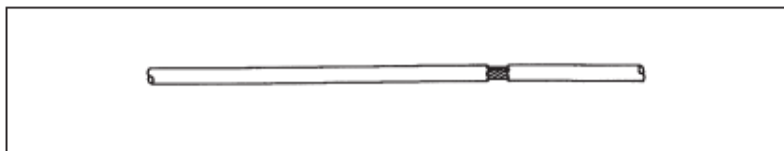

Figura 1
- Um rasgo ou fissura no cabo que o deixa descoberto. Veja Figura 1.